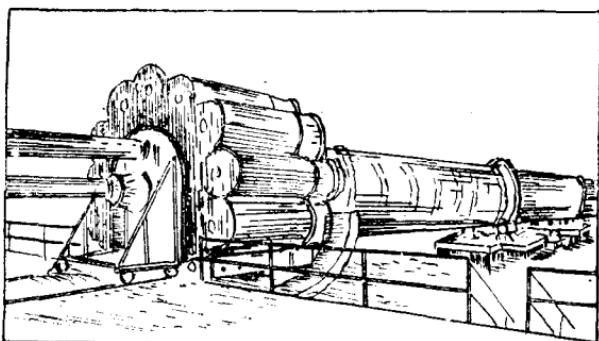

图 1-2 多筒式冷却机外貌
2. 多筒式冷却机（图 1-2）。这种冷却机是由多个冷却圆筒组成，圆筒围绕在回转窑出料端筒体上，与窑一起转动，不需另设传动装置，电耗较低。冷却圆筒入料端由弯头与窑筒体相连通，弯头部件易被高温熟料磨损和烧坏，检修工作量较大，材料消耗较多。最近，弯头部件已有改用特殊陶瓷衬，使用周期延长。但是，多筒式冷却机因筒体表面积大，辐射热损失也较大。